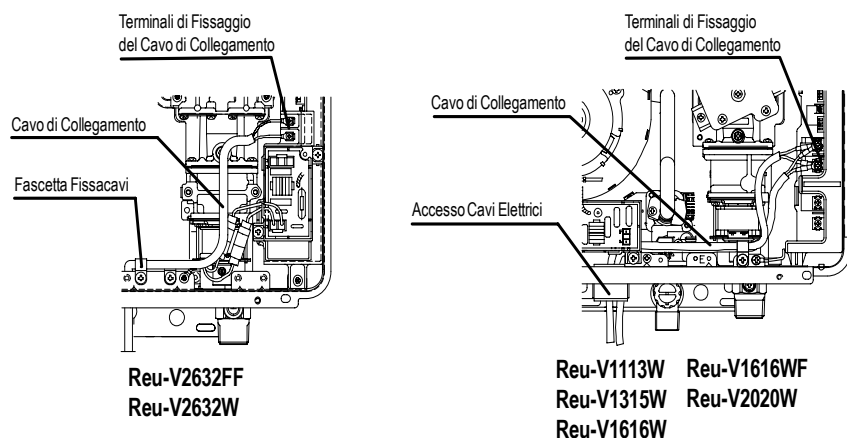

Fig. 1
4. Fissare i terminali a forchetta del Cavo di Collegamento alla Scheda Elettronica Principale (P.C.B.) dell'Infinity, nella posizione illustrata in Fig. 1. Non è necessario rispettare alcuna polarità.